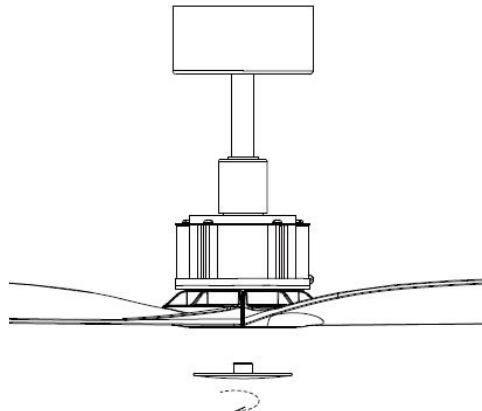

Fig. 8
- Para finalizar, coloque la cubierta inferior en el eje del motor girándola en sentido horario. Fig.8